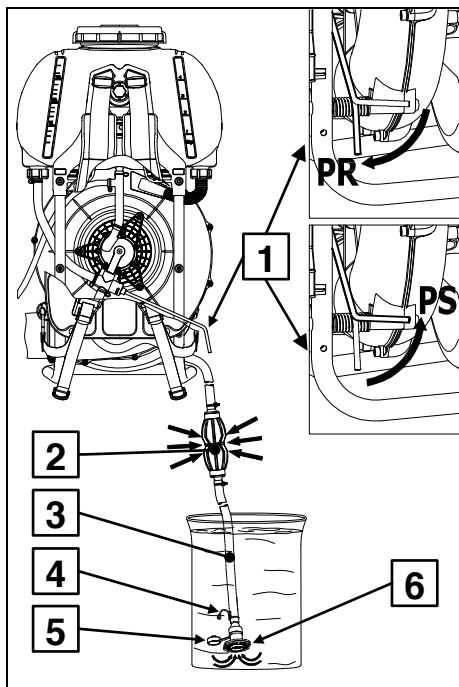

Figura 6 Bomba de empuje y llenado
Para elegir una de las funciones de la bomba, mover la palanca de desviación como en Figura 6 pos.1:
Función de llenado: para llenar el depósito con la bomba, observe la Figura 6 y proceda como sigue:
Función de empuje: Asegúrese de que la palanca (Figura 6 posición 1) se encuentra en posición **PS**. Remítase a la siguiente tabla que ofrece los datos del caudal de líquidos en las nueve posiciones del regulador (manual Atomizador MB90 / AT900) para el modelo provisto de la bomba de empuje.
- En el caso en que su atomizador sea un modelo MB90 / AT900 (es decir, está dotado de bomba de empuje y de llenado) compruebe que la palanca de desviación (Figura 6 posición 1) esté en posición **PS**.